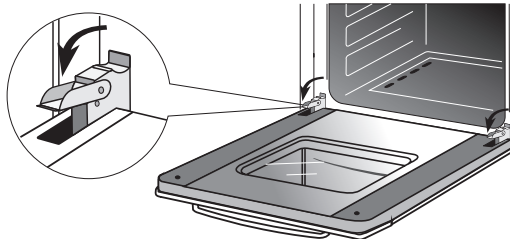

Рис. 13
- поднимите и поверните до упора стопорные рычаги, расположенные на двух шарнирах (рис. 13),